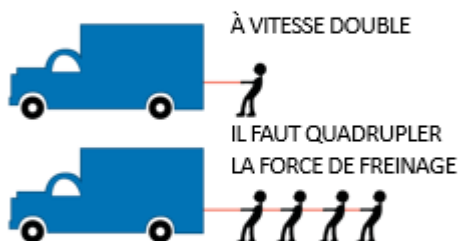

Figure 2
4. **Vitesse.** Plus la vitesse du véhicule est grande, plus le temps et la distance nécessaires pour l'immobiliser augmentent. La figure 2 montre que, lorsqu'on double la vitesse du véhicule, il faut quadrupler la force de freinage. La